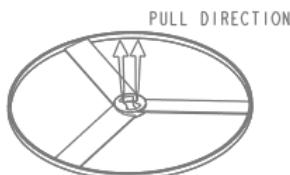

图 5.3 放置参考模型
Step4. 在“布局”对话框的 **布局** 区域中单击 **单一** 单选项，在“布局”对话框中单击 **预览** 按钮，结果如图 5.3 所示，然后单击 **确定** 按钮。系统弹出“警告”对话框，单击 **确定** 按钮。